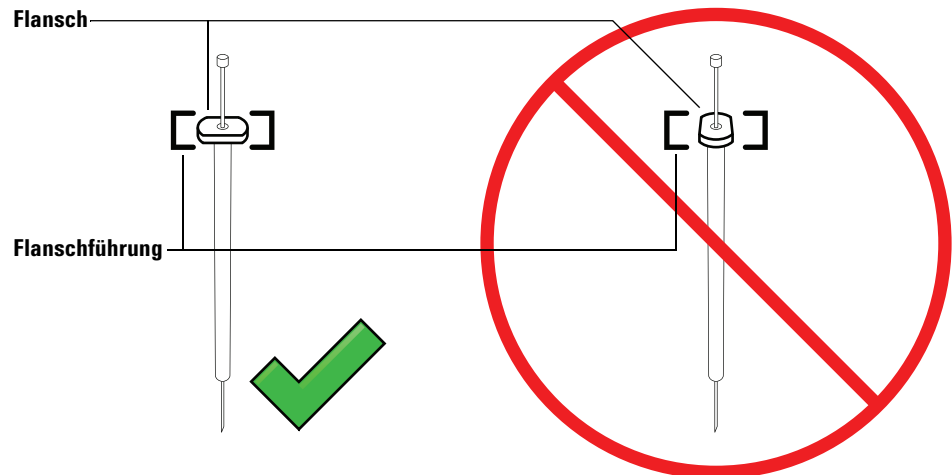

Abb. 78 Ausrichtung des Spritzenflansches
- 7 Richten Sie den Spritzenflansch an der Flanschführung aus und drücken Sie die Spritze in Position. Das Nadelende muss sich dabei in der Führungsöffnung des Nadelführungsfußes befinden. Achten Sie darauf, dass die flache Kante des Spritzenflansches nach außen zeigt (Abb. 78).